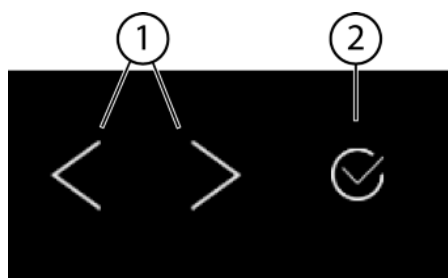
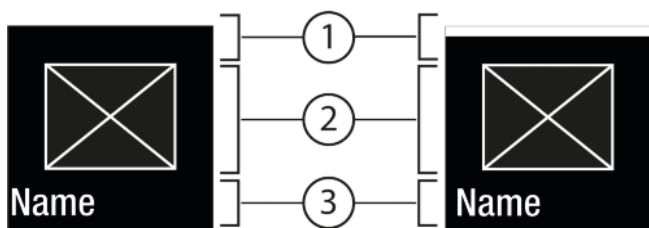
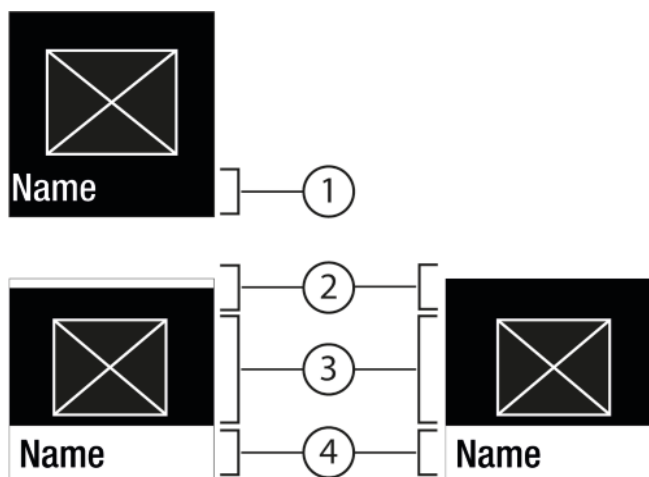

Fig. 5
Fig. 6
Fig. 7
- (1) Навигационная стрелка влево / вправо (2) Подтвердить
#### Навигационная стрелка влево / вправо Fig. 5 (1):
#### Подтвердить Fig. 5 (2):
- Навигация при помощи навигационной стрелки влево / вправо Fig. 5 (1).
- С помощью Подтвердить Fig. 5 (2) активировать Fig. 6 (1) / деактивировать Fig. 6 (1) функцию / настройку.
- С помощью Подтвердить Fig. 5 (2) вызвать Подменю Fig. 7 (4).
- Установка нового значения: С помощью Подтвердить Fig. 5 (2) выбрать деактивированное значение Fig. 6 (1).
- Назад в меню: С помощью Подтвердить Fig. 5 (2) выбрать уже активированное значение Fig. 6 (2).
- ▶ Навигационные стрелки Fig. 5 (1) нажимайте до тех пор, пока не появится индикация функции.
- ▶ Нажмите на Подтвердить Fig. 5 (2).
- ▶ Нажимайте навигационные стрелки *Fig. 5 (1)* нажимайте до тех пор, пока не появится индикация функции.
- ▶ Нажмите на Подтвердить *Fig. 5 (2)*.
- ▶ С помощью навигационных стрелок *Fig. 5 (1)* выберите значение настройки.
- ▷ Состояние: активировано *Fig. 6 (1)* появляется ненадолго в Подменю *Fig. 7 (4)*.
- ▶ Нажимайте навигационные стрелки *Fig. 5 (1)* до тех пор, пока не появится индикация настроек .
- ▶ Нажимайте навигационные стрелки *Fig. 5 (1)* до тех пор, пока не появится индикация требуемой настройки.